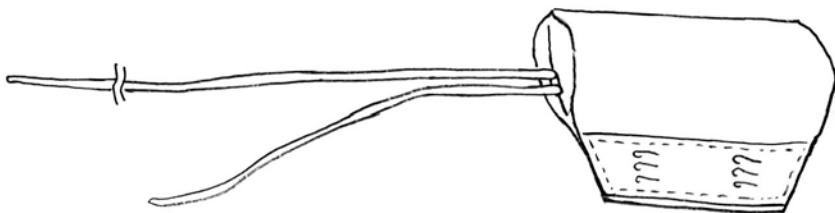

Рис. 8. Звено отсоединения.
2.5.9. З в е н о от с о е д и н е н и я предназначено для отсоединения свободных концов подвесной системы ОП при отказе в работе основной парашютной системы и в случае необходимости. Звено (рис. 8) удерживается при помощи текстильной застежки на правом плечевом предохранителе ранца и состоит из основы звена ("подушки"), имеющей форму, удобную для захвата рукой, и двух тросов длиной 1140 и 530мм.